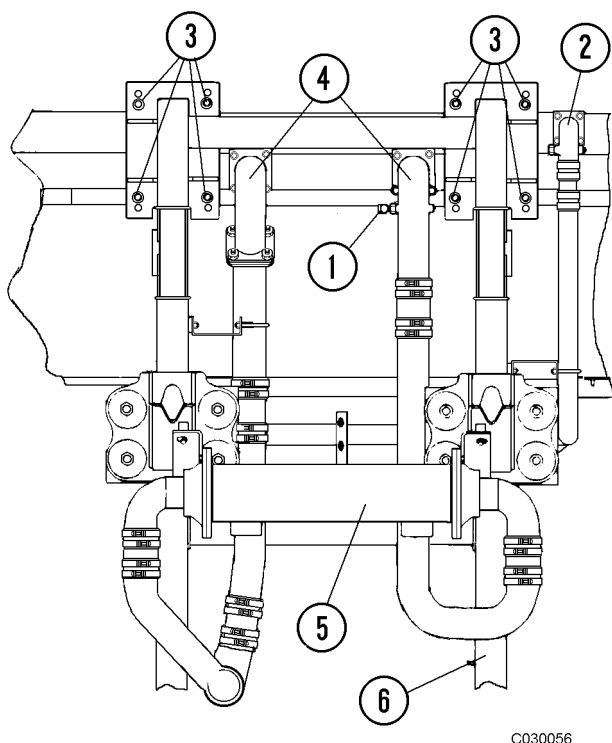

FIGURA 3-3. TUBERÍAS DEL RADIADOR, VISTA INFERIOR
6. Retire los codos de salida (2, Figura 3-3) y (4) en los tanques inferiores. Tape todas las líneas de refrigerante para evitar contaminación.
11. Retire los elementos de montaje (4, Figura 3-3) que lo fijan al radiador y al subchasis del módulo de potencia.
11. Instale los codos de salida (2, Figura 3-3) y (4) con empaquetaduras nuevas.